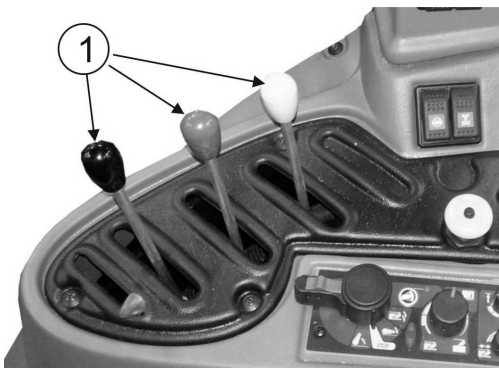

ABB. 4.5 Außenhydraulikhebel.
Der Motor darf nicht bei hohen Schmieröl- und Kühlflüssigkeitstemperaturen gestoppt werden. Vorzugsweise soll der Motor bei niedriger Drehzahl betrieben werden, bis die Öl- und Kühlflüssigkeitstemperatur sinkt. Um den Motor zu stoppen, muss der Handhebel für die Kraftstoffdosierung (**Abb. 4.5**) auf Position „Minimum“ umgeschaltet werden“ und der Schlüssel muss im Zündschloss von Position **1 (ON)** auf Position **0 (OFF)** (**Abb. 3.17**) umgedreht werden, wenn die Arbeit beendet und der Akku mit dem Akku-Schalter abgeschaltet werden sollen (**Abb. 4.2**). Die Kontrollleuchten an der Schalttafel sollen erlöschen.